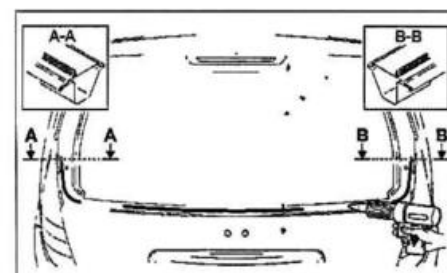

FIG. 99
- Colocar los separadores (2).
- Colocar un cordón de cola como se ilustra (fig. 99).